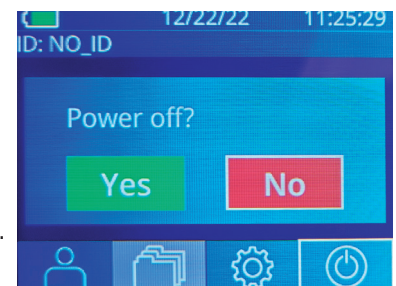

Fig. 41
- Vaya a la pantalla de inicio, seleccione el icono de **Alimentación**  para apagar el instrumento y presione **Yes** para confirmar la operación (Fig. 41).